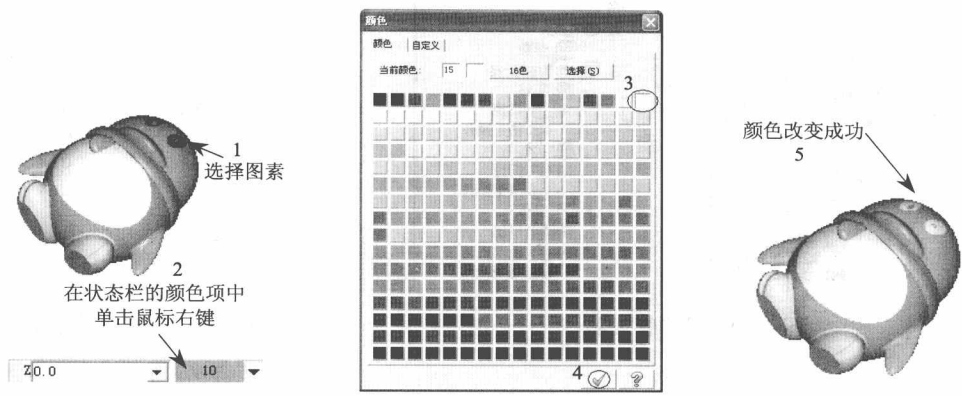

图 1-13 改变图素颜色步骤
**步骤 1:** 选中绘图区中需要更改颜色图素 → **步骤 2:** 在状态栏的颜色选项中单击鼠标右键 → **步骤 3:** 在颜色设置选项中选取颜色 → **步骤 4:** 再点击  → 再看绘图区的图素颜色已更改，如图 1-13 所示。